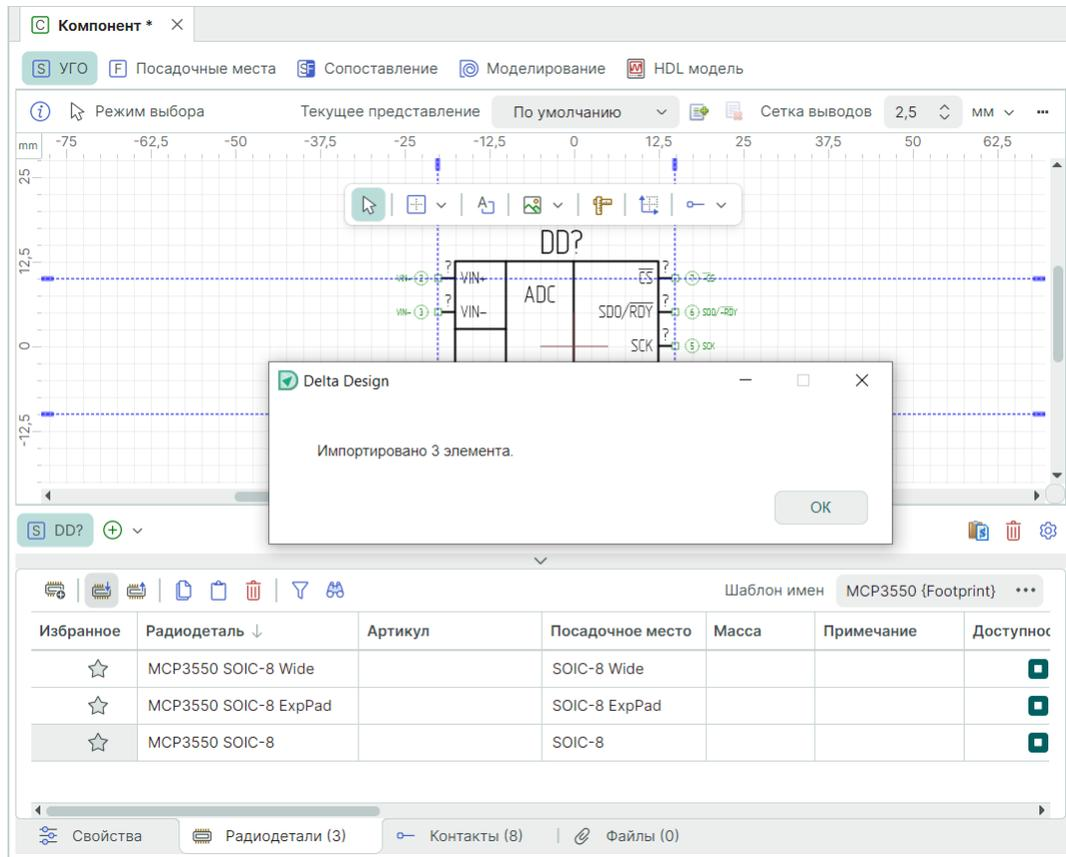

Рис. 338 Результат импорта данных радиодеталей
4. В таблице вкладки «Рдиодетали» редактора компонентов отображаются добавленные строки импортированных радиодеталей, см. Рис. 338.